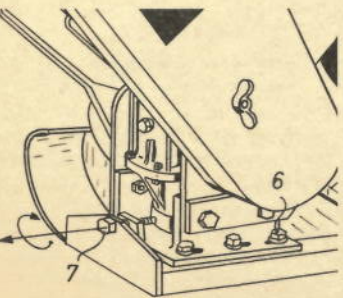

Abb. 5
3.5 Kettenspannung im Mähbalken (Abb. 5)
3.5 Chain Tension in Mower Beam (Fig. 5)
3.5 Tension de la chaîne la barre de coupe (fig. 5)
3.5 Tensione della catena nella barra di falciatura (fig. 5)
3.5 De kettingspanning in de maaibalk (fig. 5)